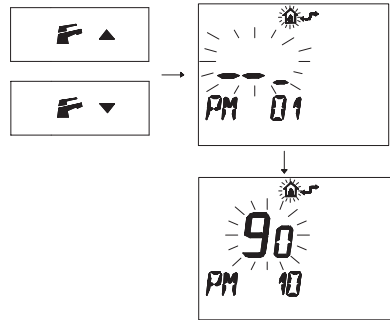

Figura 5.66
- Premere i pulsanti  $\text{F}$  o  $\text{F}$  per visualizzare la programmazione "PM10" selezione della frequenza di accensione (Figura 5.66).
Nella Figura 5.66 si visualizza un SET programmato di 90 corrispondente ad un tempo di riaccensione di 3 minuti circa.